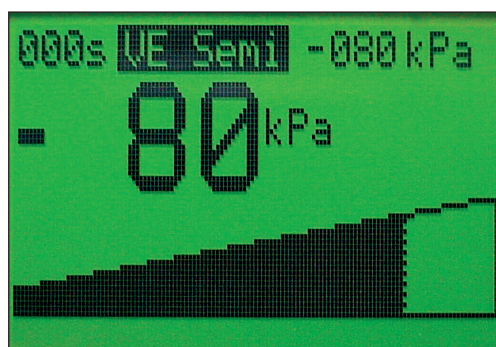

Fig. 23 VE Semi Modo después de haber alcanzado del vacío final
- Un tono de alerta indica que el vacío final ha sido alcanzado. (Tono largo con interrupción). El tiempo mostrado es 0 seg. (Fig. 23) EL vacío final es retenido.